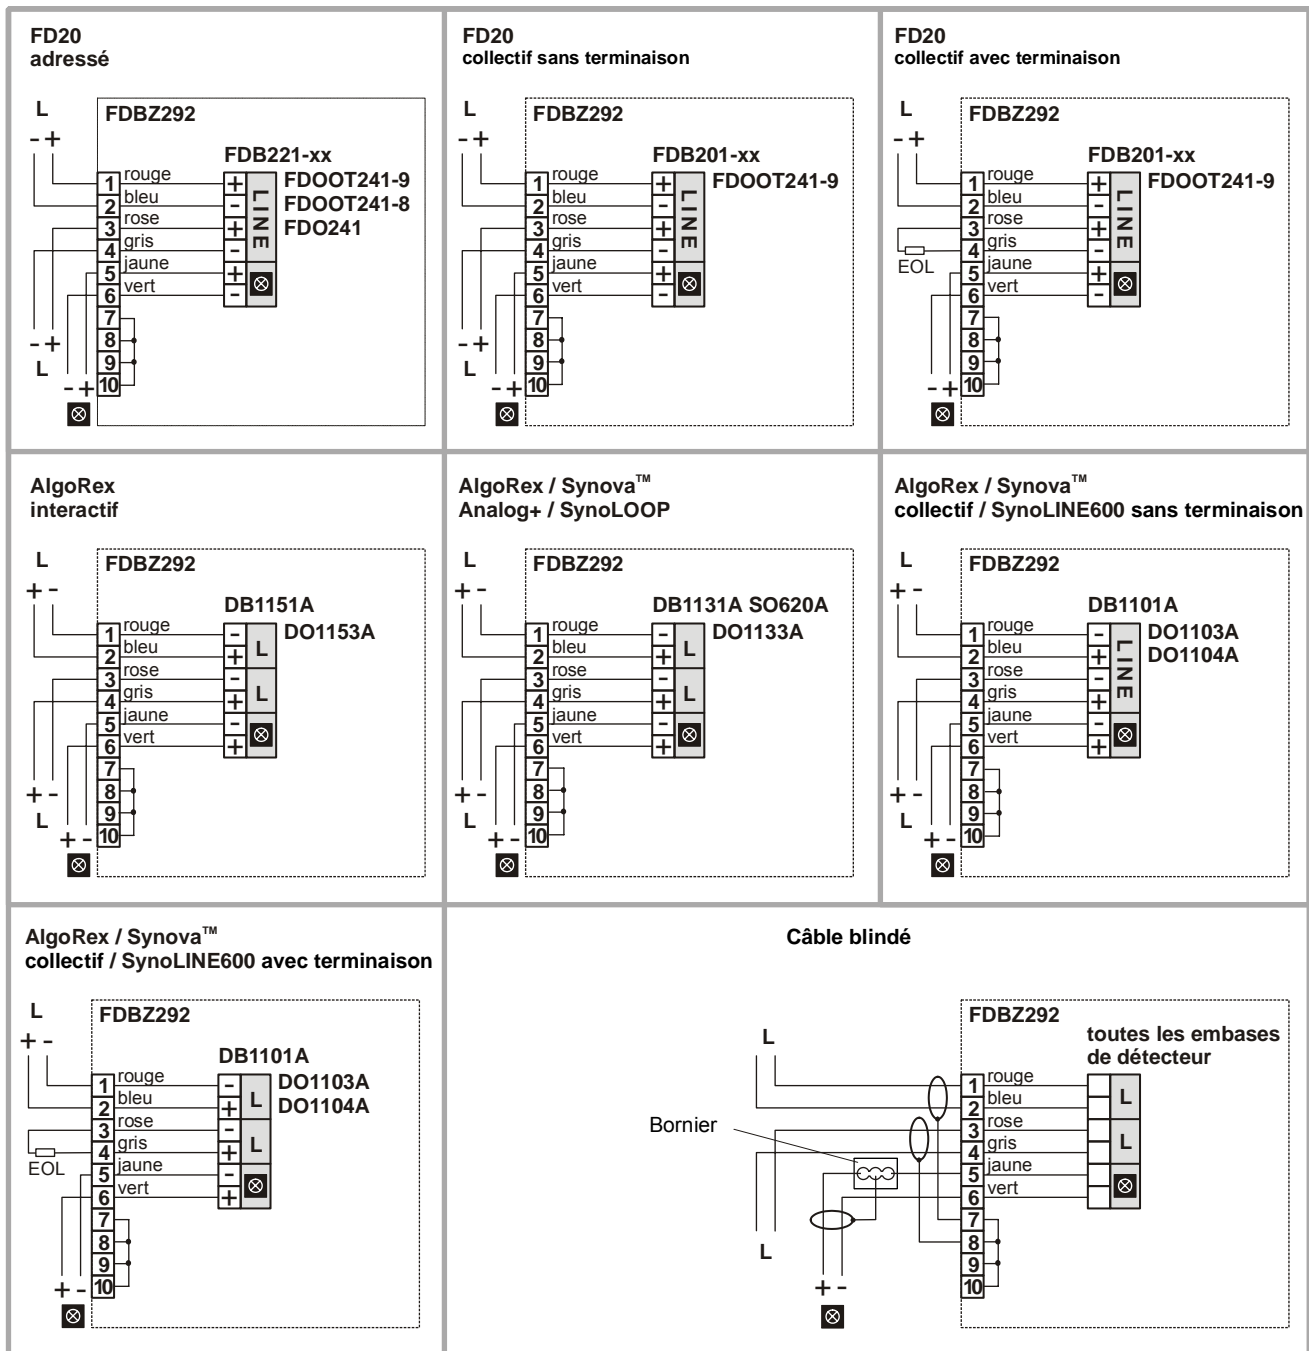

Fig. 12
Raccordez l'embase de détecteur conformément au schéma de raccordement (Fig. 12).
1. Raccordez la détection de fumée par prélèvement d'air sur la ligne de détection. Respectez pour ce faire les différents schémas de raccordement de la Fig. 12 pour les diverses lignes de détection.
2. Raccordez les écrans des câbles blindés conformément au schéma de raccordement (Fig. 12).